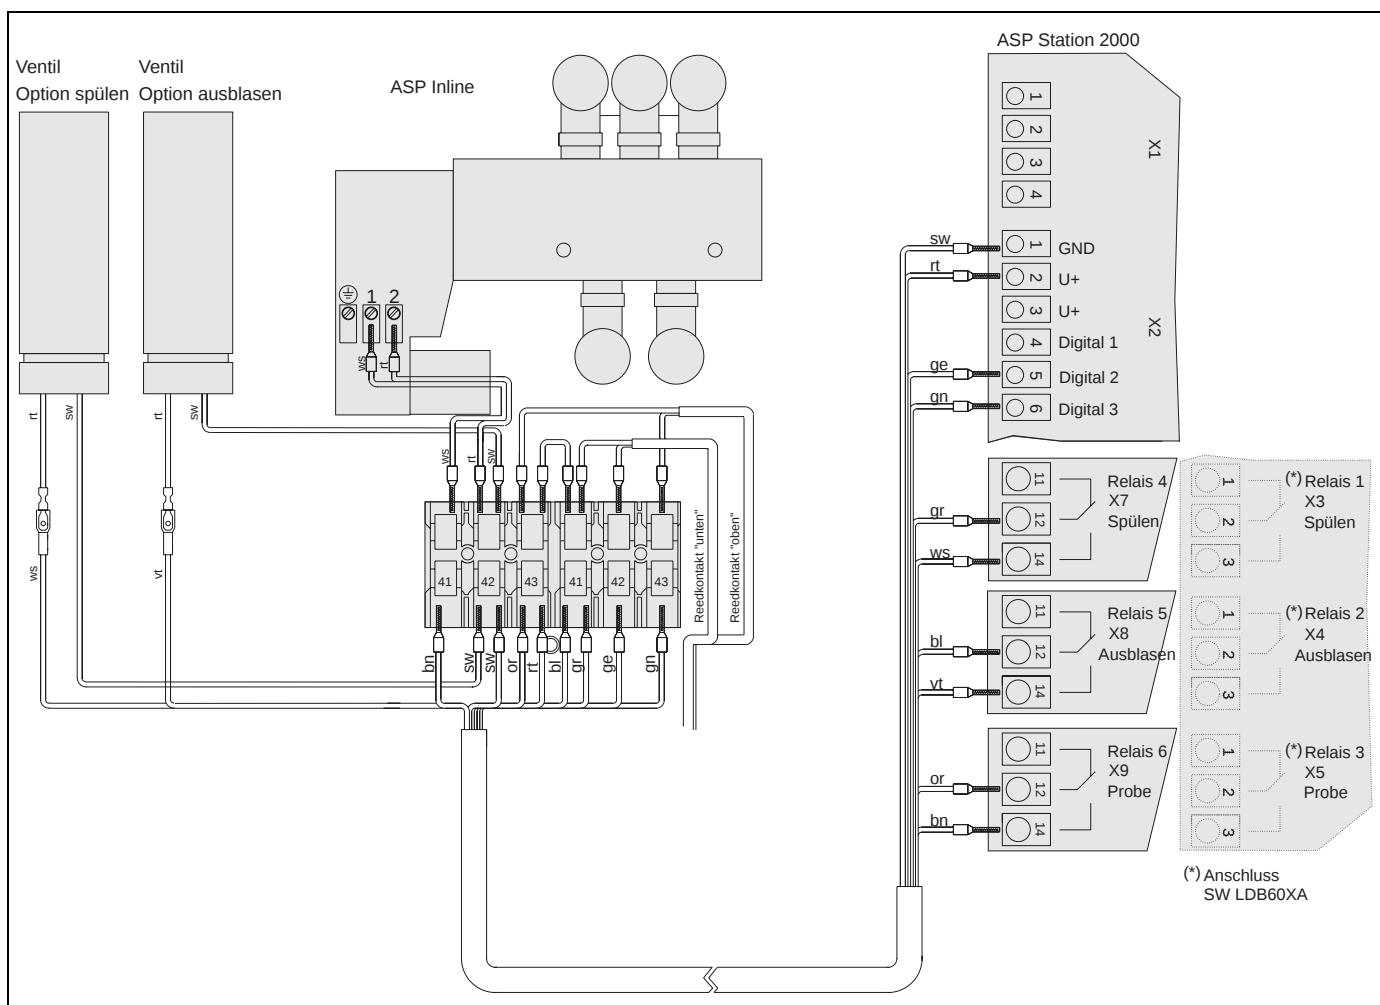
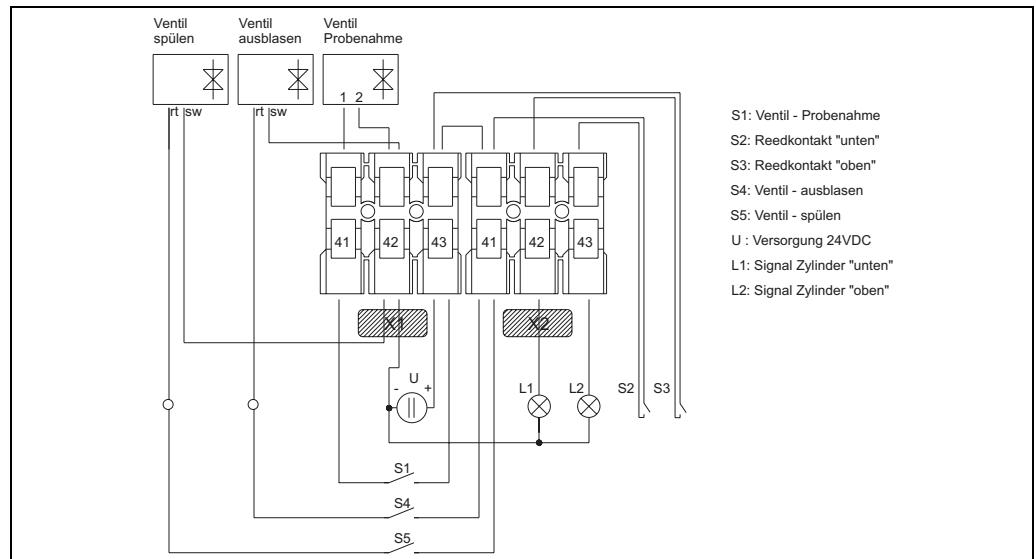

Abb. 7: Elektrischer Anschluss der Sampler Armatur ASP Inline mit Optionen "Ausblasen und Spülen" an der ASP Station 2000
Abb. 8: Elektrischer Anschluss der Sampler Armatur ASP Inline mit Optionen "Ausblasen und Spülen" an einer SPS-Steuerung
2. Führen Sie das Steuerungskabel durch die Kabelverschraubung M16 x 1,5 (links unten, vgl. → Abb. 7) ein.
3. Verdrahten Sie die Klemmen wie in → Abb. 7 und → Abb. 8 angegeben.